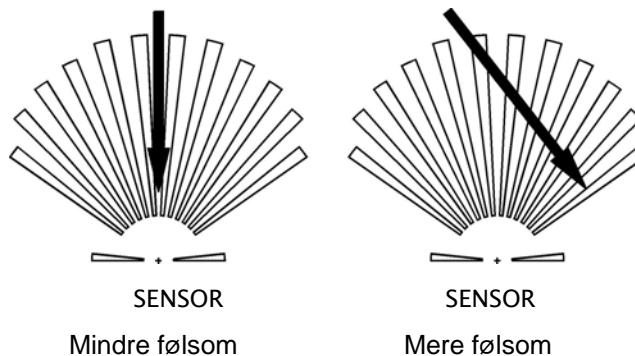

Fig. 2
- Sensoren er mere følsom for bevægelse på tværs end bevægelse direkte mod sensoren. (se fig. 2)